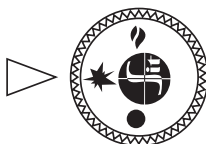

Рис. 10
- 7.3. Для розжига пилотной горелки ручка управления переводится в положение «искра» (рис. 10).